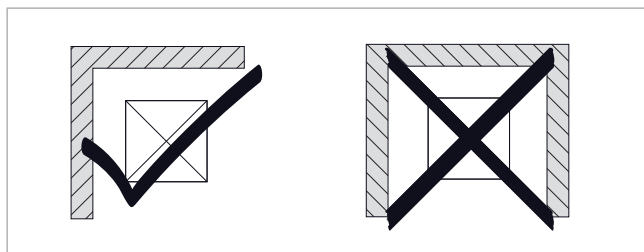

Fig. 4: Condiciones de instalación cerca de muros
- No instalar la bomba de calor en estructuras cerradas de tres lados, véase la → *fig. 4*